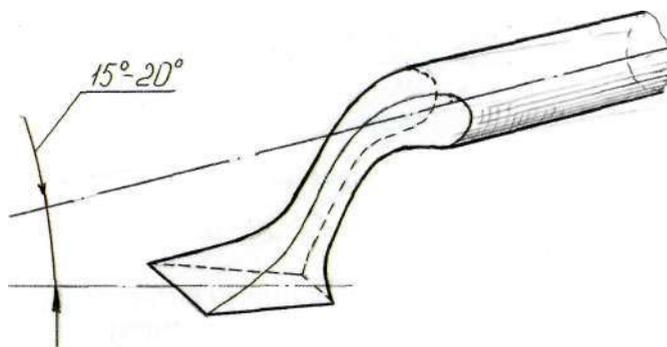

Рис. 4.11. Стамеска «сапожок»
**Стамеска «сапожок»** предназначена для выборки фона (рис. 4.11). Она позволяет выбирать его ровно там, где это по тем или иным причинам